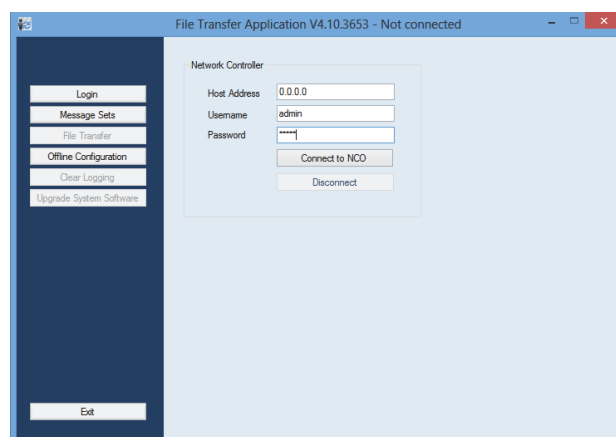

figure 37.4: Connexion au contrôleur de réseau
- 8 Allez à *Start > Programs > Bosch > Praesideo > FT Application* pour lancer le logiciel *Praesideo File Transfer Application*. Un écran semblable à celui illustré à la figure 37.4 s'affiche.